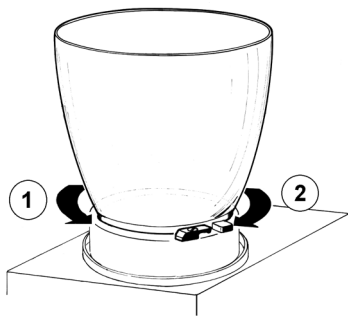

figura 2
4 Togliere il contenitore ruotandolo (1) in senso antiorario (vedere figura 2).
2 Rimontare la guarnizione di tenuta sul contenitore nella sua sede. Rimontare il contenitore ruotandolo in senso (2) orario. Per facilitare l'operazione bagnare con acqua la guarnizione (vedere figura 2).